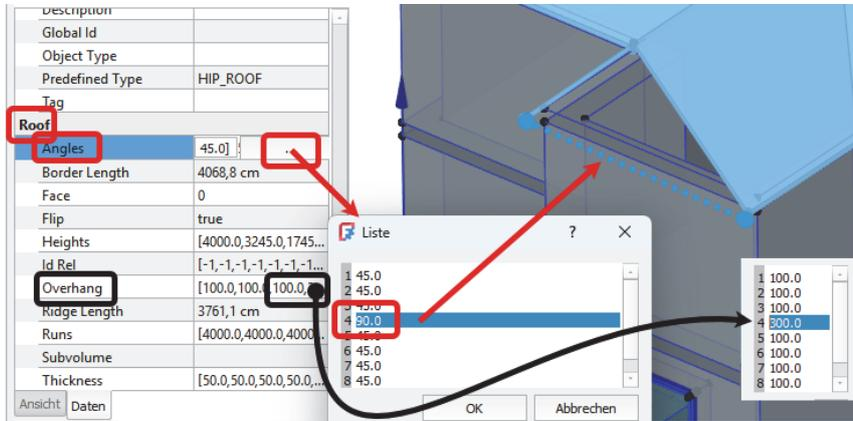
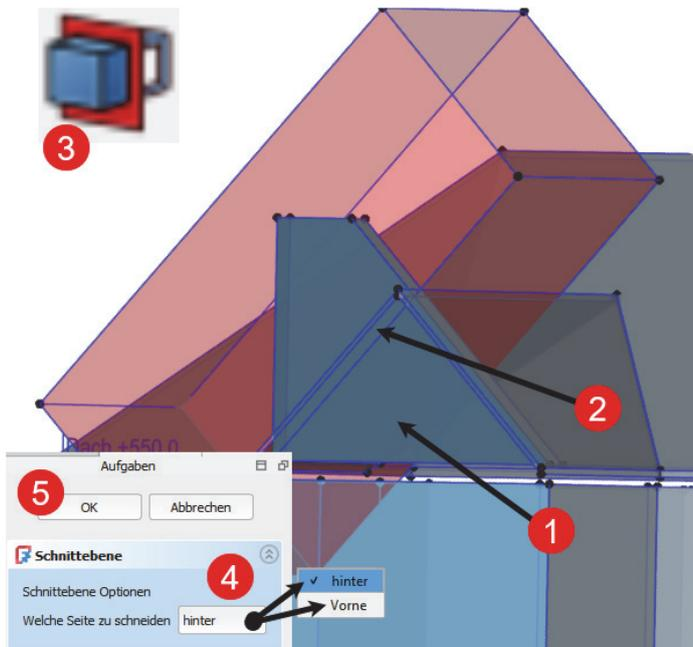

Abb. 44: Giebel anlegen
Abb. 45: Giebelwand beschneiden
Um in dem vorgegebenen Walmdach mit überall 45°-Dachflächenneigung einen Giebel anzulegen, muss nur an der betreffenden Kante der Winkel auf 90° geändert werden (Abbildung 44). Jetzt ist allerdings hier eine dreieckige Öffnung ohne Wandabschluss entstanden. Die könnte man mit dem Werkzeug PLATTE durch eine passende Abschlussfläche verschließen. Dazu wäre die ARBEITSEBENE zur Hauswand auszurichten und ein dreieckiger LINIENZUG zu zeichnen, der in PLATTE verwendet wird, um eine Holzwand o.Ä. zu generieren. Auf dieselbe Art könnte man auch ein dreieckiges Wandstück konstruieren, nur ist dabei eben die Höhe der Platte durch die Wandstärke zu ersetzen.
Wenn Sie eine normale Wand konstruieren, dann muss sie nachträglich auf die schrägen Dachkanten zugeschnitten werden. Dazu dient das Werkzeug MIT EINER EBENE BESCHNEIDEN aus der Symbolleiste 3D MODIFIZIERUNGSWERKZEUGE. Die Wand müssen Sie dann an jeder der schrägen Dachflächen je einmal beschneiden (Abbildung 45). Die Abbildung zeigt die bereits schon auf einer Seite gekappte Wand. Klicken Sie zuerst die Wand an ❶ und dann mit `[Strg]`-Klick die Unterseite der Dachfläche ❷. Damit die Dachfläche leichter angeklickt werden kann, wurde vorher der Dachüberstand unter OVERHANG von 100 mm auf 300 mm verlängert (Abbildung 44). Jetzt erst wird das Werkzeug in der Symbolleiste aktiv und kann aufgerufen werden ❸. Unter AUFGABEN erscheint ein Dialogfenster zur Auswahl zwischen zwei Schnittmöglichkeiten ❹ zugleich mit der Darstellung des potenziellen Abzugskörpers auf der Bildfläche. Mit OK ❺ schneiden Sie die überstehende Ecke ab.